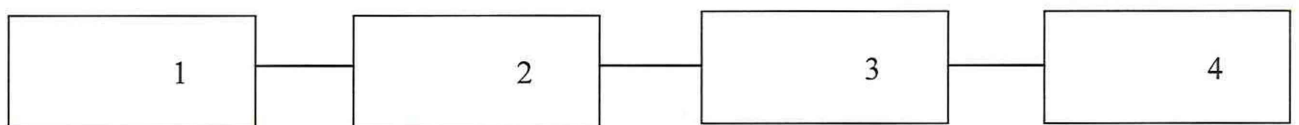

Рисунок 3
9.3.1.1 Подключить выход BNC+ генератора (сигнал генератора выключен) к входному разъему BNC модуля ММС прибора ЭКОФИЗИКА-500 согласно схеме подключения рис.3. При наличии нескольких входов подобного типа, испытания проводят для одного любого входного канала данного типа.
9.3.3.1 Подключить выход BNC+ генератора (сигнал генератора выключен) к входному разъему BNC модуля DIR прибора ЭКОФИЗИКА-500 согласно схеме подключения рис.3. При наличии нескольких входов подобного типа, испытания проводят для одного любого входного канала данного типа.
9.3.4.1 Подключить выход BNC+ генератора (сигнал генератора выключен) к одному из входных разъемов BNC модуля DIFF прибора ЭКОФИЗИКА-500 согласно схеме подключения рис.3. На второй входной разъем канала надеть заглушку 50 Ом. При наличии нескольких входов подобного типа, испытания проводят для одного любого входного канала данного типа.